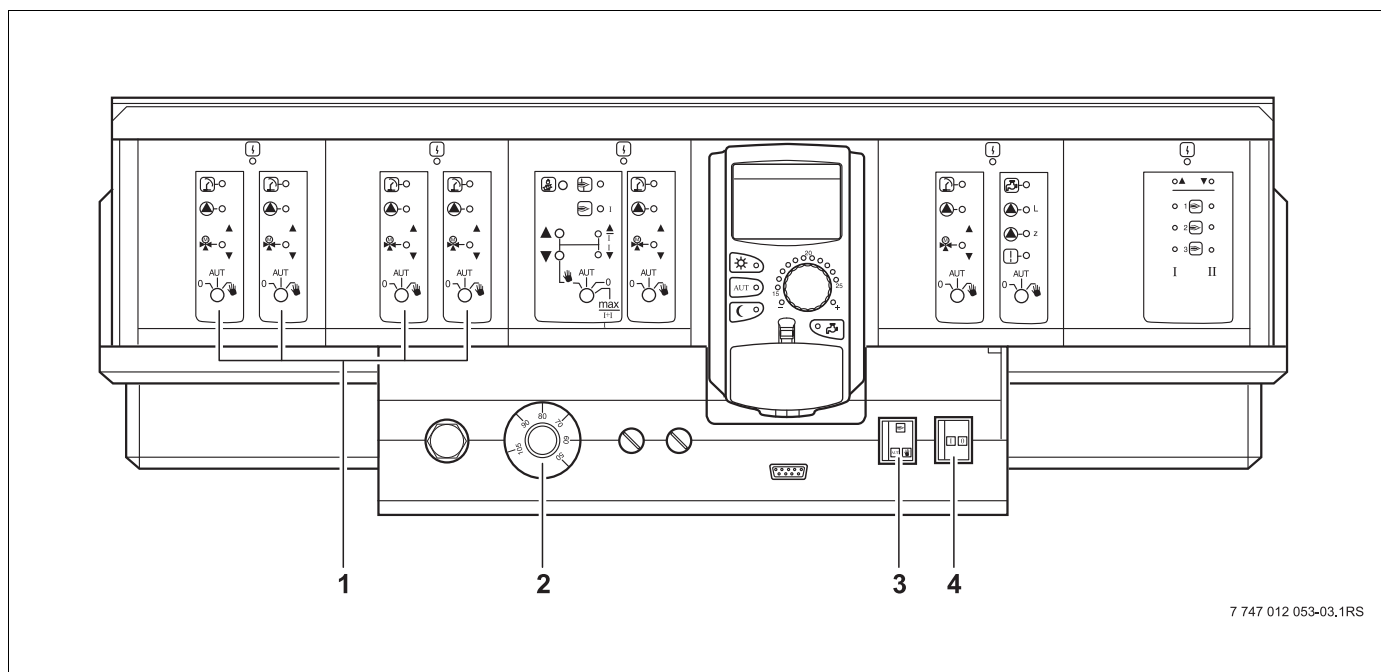

Fig. 26 Esercizio di riscaldamento tramite interruttore manuale
- Per assicurare l'approvvigionamento di calore in caso di disfunzione, posizionare gli interruttori manuali dei moduli (→ fig. 26) su .
- Impostare il termostato di regolazione della temperatura dell'acqua di caldaia (→ fig. 26) su 60°C – 90°C, in caso di disfunzione della produzione acqua calda su 60°C.